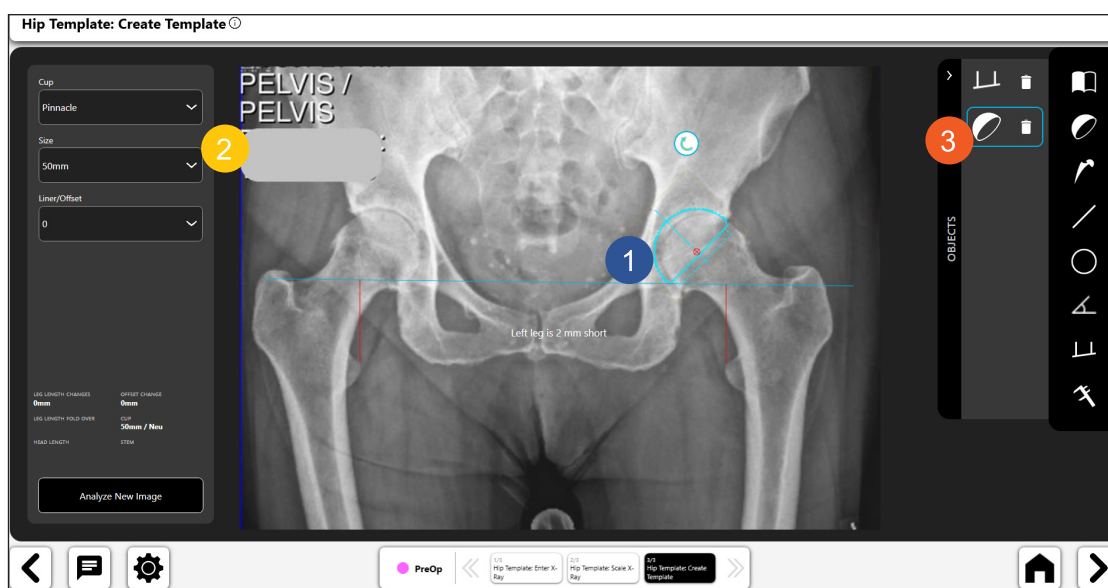

Figure 28: Écran Créer un gabarit - Outil de cupule cotyloïdienne
- Sur la Figure 28, le n° 3 désigne une « icône à bascule » pour le gabarit cotyloïdien, indiquant qu'il est activé. Vous pouvez supprimer le gabarit en sélectionnant l'icône de la corbeille qui s'affiche dans l'icône à bascule.